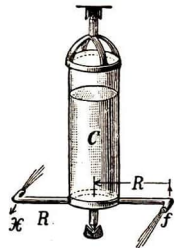

Abb. 112
**3. Auf dem wirksamen Seitendruck beruht das Segnersche Wasserrad (Abb. 112).** (Segner 1750.)